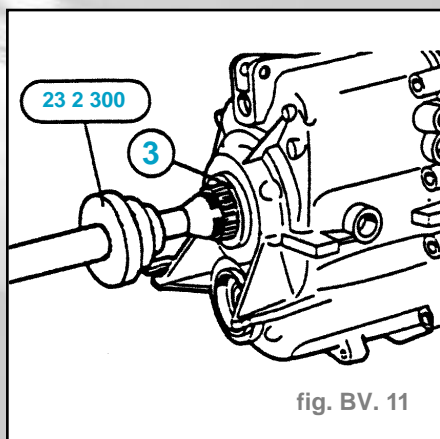

fig. BV. 11
- Emmancher la bague d'étanchéité radiale (3) à ras avec l'outil spécial **23 2 300** (fig. BV. 11).